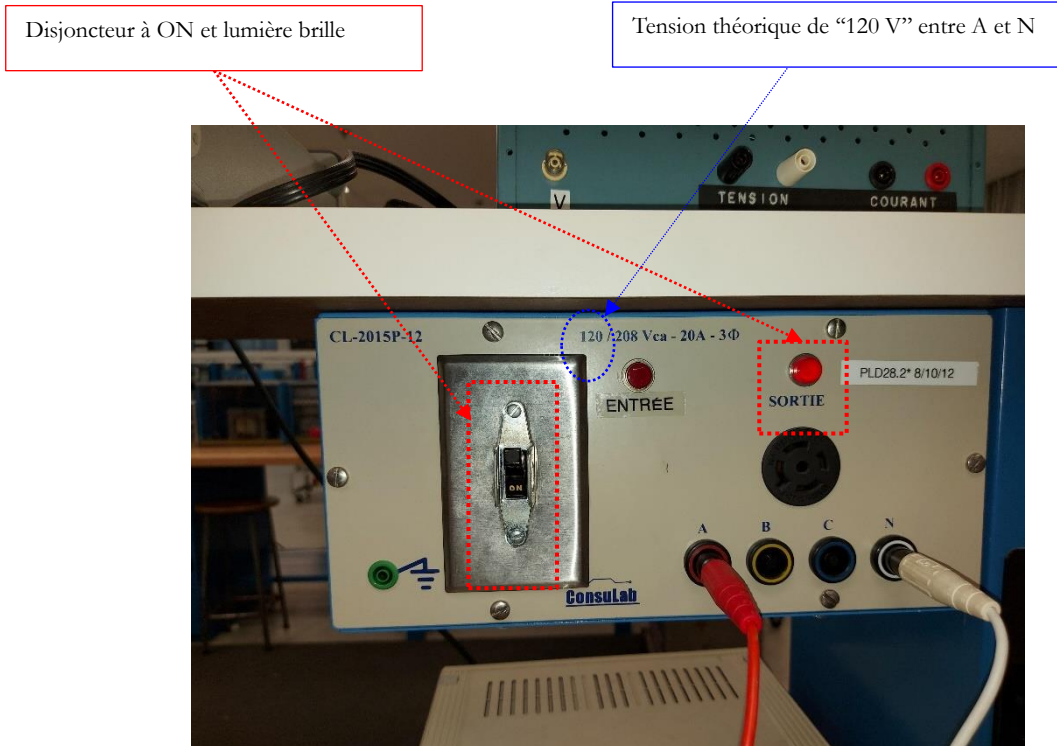

Figure 15. Source d'alimentation allumée
Pour l'alimentation des circuits, nous utiliserons la **phase A** et le **neutre (N)**. Entre chaque phase et le neutre lorsque le sectionneur est en **position ON** (la lumière de sortie **brille**), la tension de la source vaut théoriquement **120 V**. La **Figure 15** montre la signalisation lorsque la source est allumée.